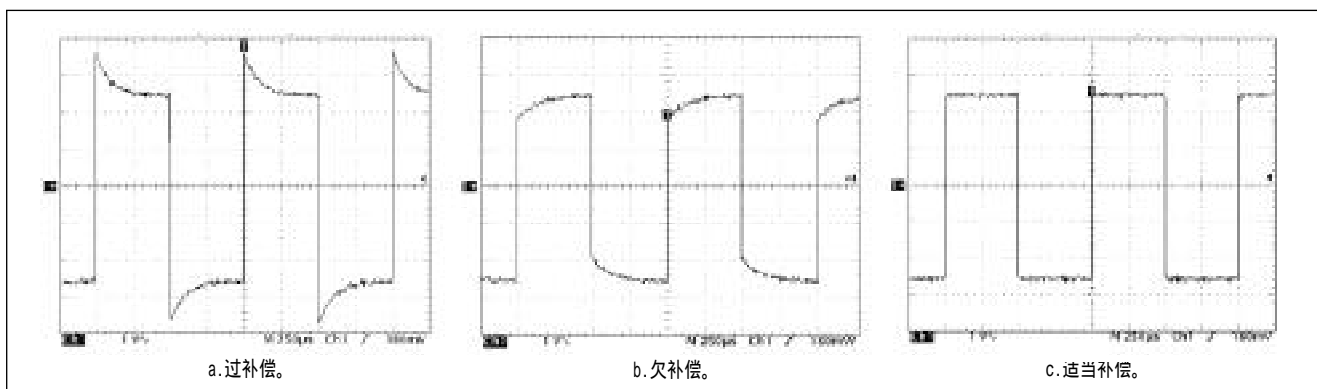

图 1-11. 一个探头补偿效果的例子：对方波的影响。
3. 使用探头自带的调整工具或其他无感调节工具，来调节补偿网络，从而获得一个标准波形，这一波形应当具有平直的顶部，不能有冲过及圆弧。(见图 1-11)。